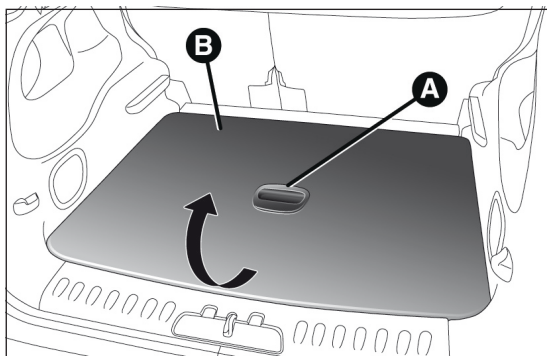
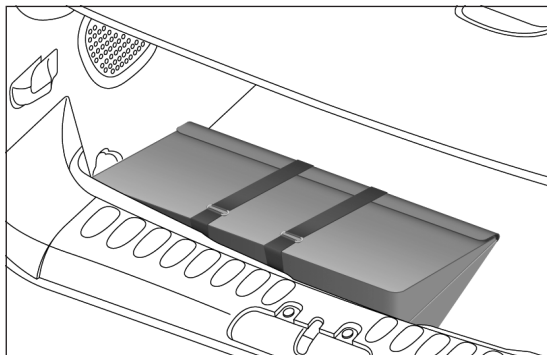

fig. 25
fig. 26
- Versions 5 places : ouvrir le coffre à bagages, saisir la poignée A fig. 25 et soulever vers le haut le plan B du « Cargo Magic Space » en le tenant d'une main. Prendre ensuite la boîte à outils fig. 26. Pour déplacer le plan de chargement du « Cargo Magic Space », il faut se placer en position centrale par rapport au coffre à bagages.